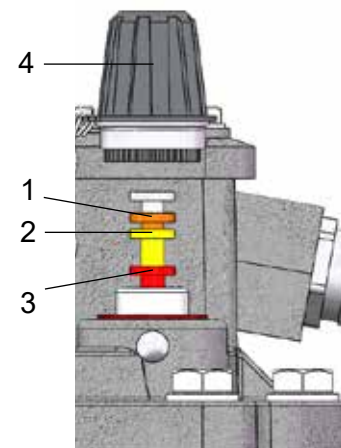

Bild 7c - Prüftaste
- Große Hutmutter (Bild 7c/ Nr. 4) abschrauben
- Prüftaste langsam auf Position 1 (Bild 7c/ Nr. 1) niederdrücken und gedrückt halten
- Prüftaste halb niederdrücken auf Position 2 (Bild 7c/ Nr. 2) und gedrückt halten
- Prüftaste bis zum Anschlag niederdrücken (Bild 7c/ Nr. 3) und gedrückt halten